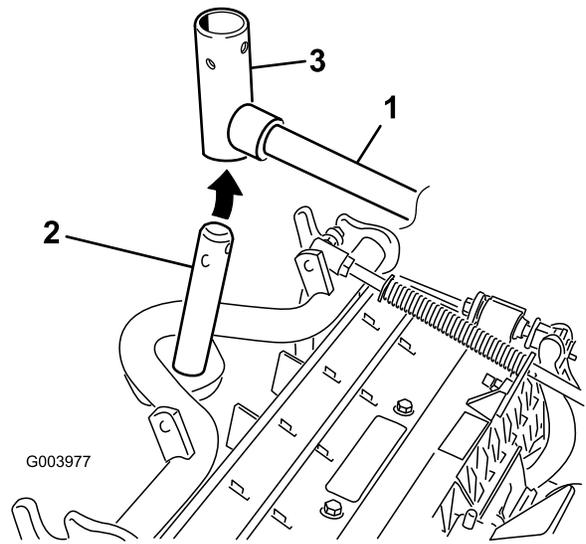

Figura 10
8. Nas unidades de corte dianteiras, faça deslizar uma unidade de corte sob o braço de elevação enquanto insere o veio da estrutura de suporte para cima para dentro da forquilha de articulação do braço de elevação (Figura 10).
- B. Insira a forquilha do braço de elevação no veio da estrutura de suporte (Figura 10).